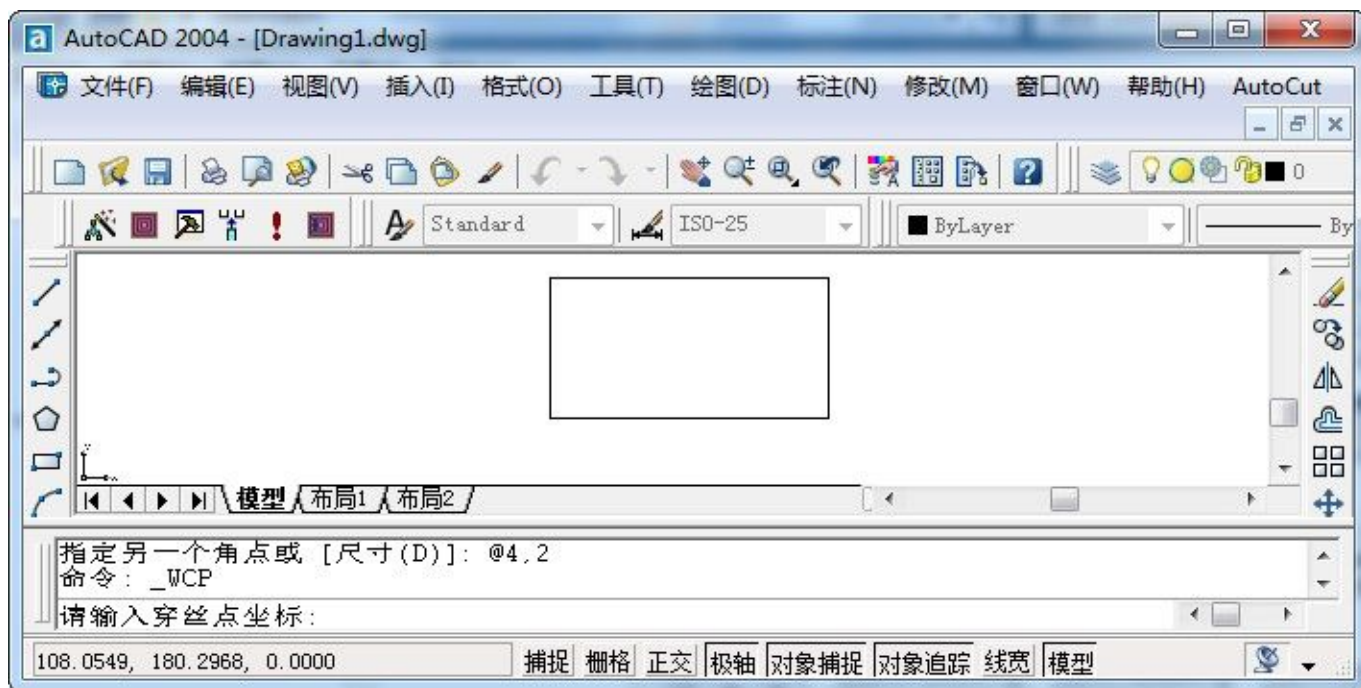

图 3-7 穿丝点的确定（相对坐标）
采用相对坐标的方式（AutoCAD 的“对象捕捉”和“对象跟踪”都是打开的），如图 3-7 所示，鼠标移到轨迹上一个点（Y 轴负向与轨迹的交点）上，点会变成黄色，会以该点为基准点，鼠标沿着竖直方向移动，会出来一条竖直的虚线，这时可以手动在“命令行”中输入穿丝点坐标，本例中在“命令行”输入“2”，也可以用鼠标在虚线上点击鼠标左键选择一点作为穿丝点坐标，便可确定
(3) 选择切入点：穿丝点确定后，命令行会提示“请输入切入点坐标”，这里要注意，切入点一定要选在所绘制的图形上(AutoCAD“对象捕捉”功能是开启的，否则无法捕捉到轨迹上的点)，否则是无效的，切入点的坐标可以手动在命令行中输入，也可以用鼠标在轨迹上选取任意一点作为切入点，本例中选择图 3-7 中基准点（Y 轴负向与轨迹的交点）为切入点。